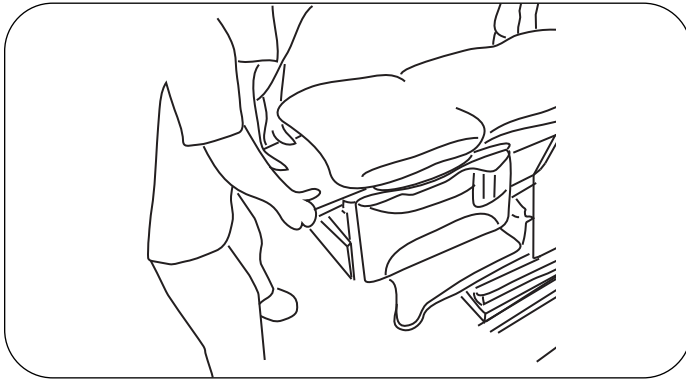

Figura 18. Puntos de elevación delanteros
19. Coloque a las personas en la parte delantera y trasera de la mesa. Los puntos de elevación delanteros son los lados derecho e izquierdo del soporte para las piernas (Figura 18).